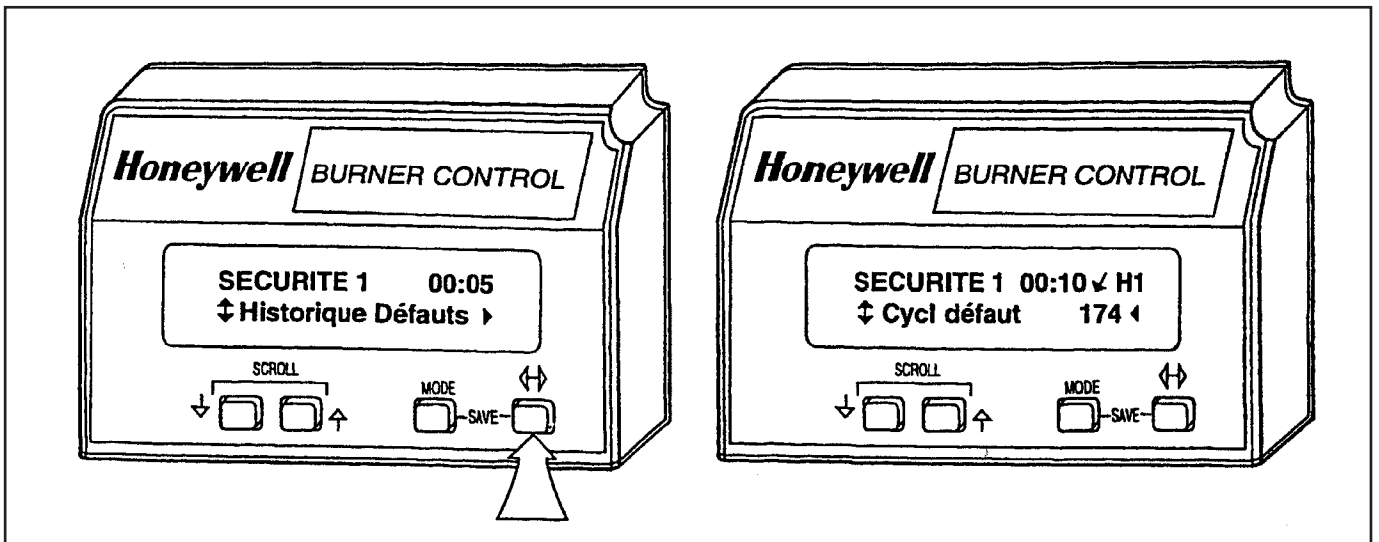

Fig. 18. Touches de changement de niveau.
2. Touche ⇅ de changement de niveau (voir Fig. 18).